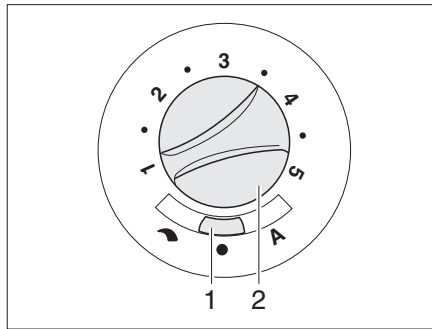

Fig. 113 Commutateur de commande du ventilateur à air pulsé (12 V)
- Régler l'interrupteur à curseur (Fig. 113,1) sur "↷" (réglage manuel) ou "A" (mode automatique).
- Si l'interrupteur à curseur est réglé sur (Fig. 113,1) "↷" (réglage manuel) : Régler la puissance désirée du ventilateur à air pulsé à l'aide du bouton de commande (Fig. 113,2).
- Régler l'interrupteur à curseur (Fig. 113,1) sur "●" (arrêt). Lorsque le chauffage est en marche, cet interrupteur est à l'arrêt.